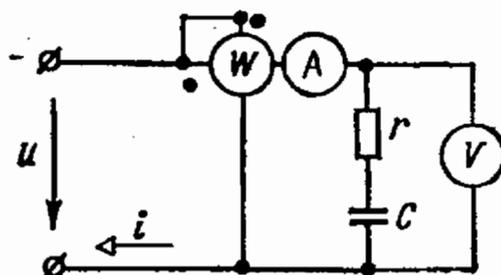

Рис. 3.22
3.22. Определить активное сопротивление и емкость в схеме рис. 3.22, если приборы показывают: амперметр — 4,2 А, вольтметр — 220 В, ваттметр — 325 Вт, $f = 50$ Гц.